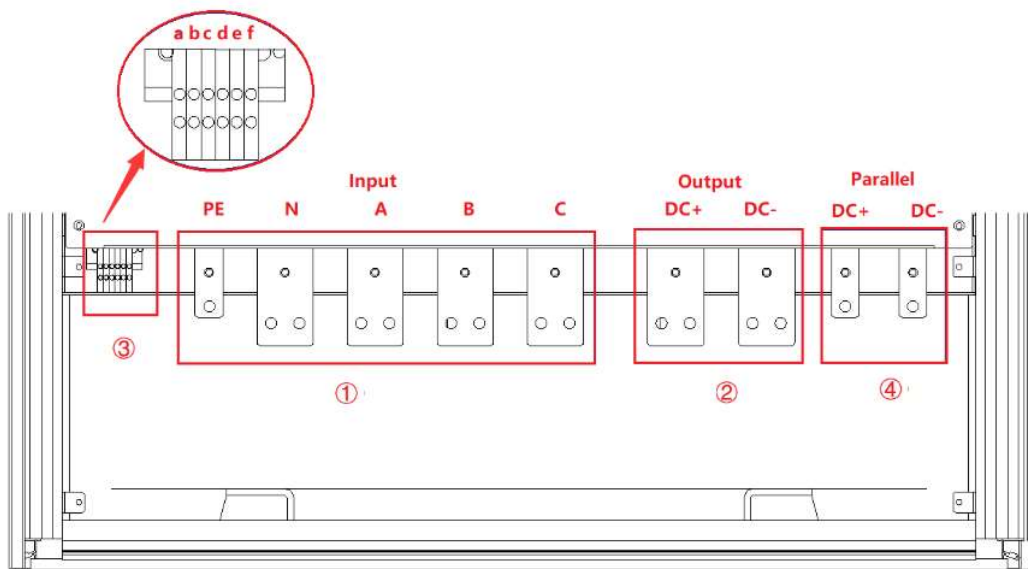

图 1-6-2 电源输入/输出接线层（并联机柜）
当电源输出电压 $\geq 800V$ 时，受电气间隙和爬电距离影响，图1-6③所示端子片的位置可能改变，如图1-6-2。
当电源并联使用时，电源输入/输出接线层如图1-6-2所示，两个较小铜排（图1-6-2④）用于机柜间并联接线。